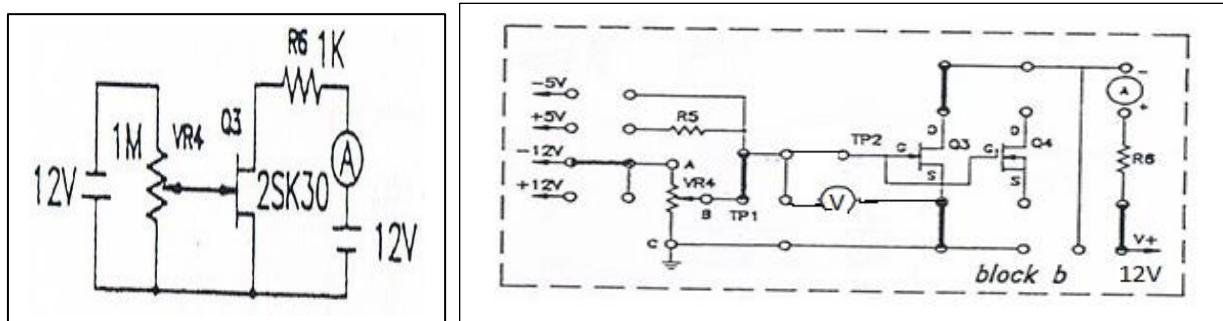

Fig. 1.1.b
3.2.1/Mesure de Idss (Figure 1.1.a)
- 2/- Positionner les cavaliers suivant la figure 23004 block b1 en se référant au schéma de la fig 1.1-a.
Fig. 1.1 a
3.2.2/Mesure de Vp (Figure 1.1.b)
- 1/- Positionner les cavaliers suivant la figure 23004 block b 3 en se référant au schéma de la fig. 1.1.b.